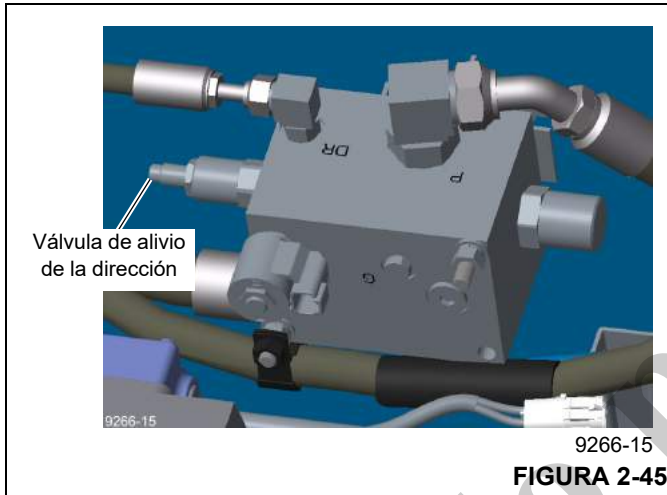

FIGURA 2-45
- Arranque el motor y acélerelo a la aceleración máxima. Gire totalmente el volante a la izquierda o derecha. La indicación en GP debe ser 2175 ± 50 psi (150 ± 4 bar); si no lo es, ajuste la válvula de alivio de la dirección (vea la Figura 2-45) "hacia adentro" para incrementarla o "hacia afuera" para reducirla hasta lograr la indicación.